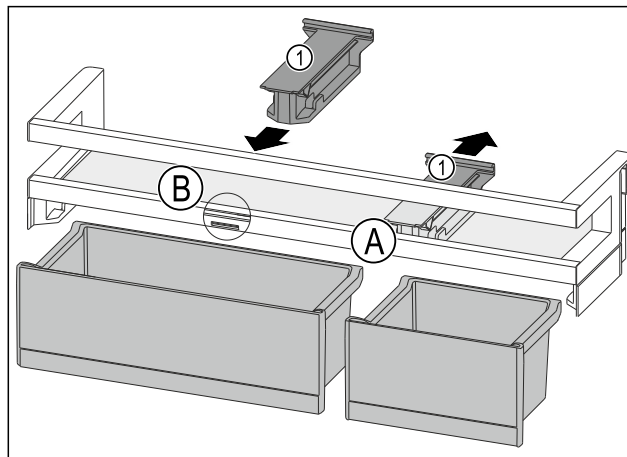

Fig. 193
- ▶ Držák Fig. 193 (1) v poloze Fig. 193 (A) stáhněte dozadu.
- ▶ Držák Fig. 193 (1) vložte v poloze Fig. 193 (B).